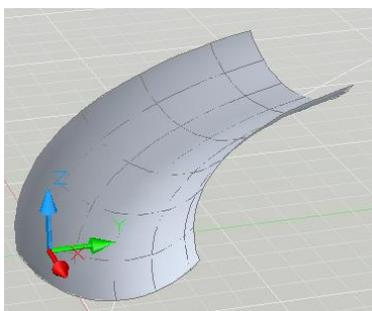

Рис. 11.20 Сдвиг дуги вздовж кривої лінії.
**12 Команда Сдвиг**  дозволяє створювати модель зсувом фігури повздовж кривої (рис.11.20). Спочатку креслять двумірну фігуру і криву лінію. Далі активізують команду **Сдвиг** і обирають необхідні об'єкти. Закінчують вибір натисканням клавіші **Enter**. Потім обирають криву вздовж якої буде витягуватися обраний об'єкт.